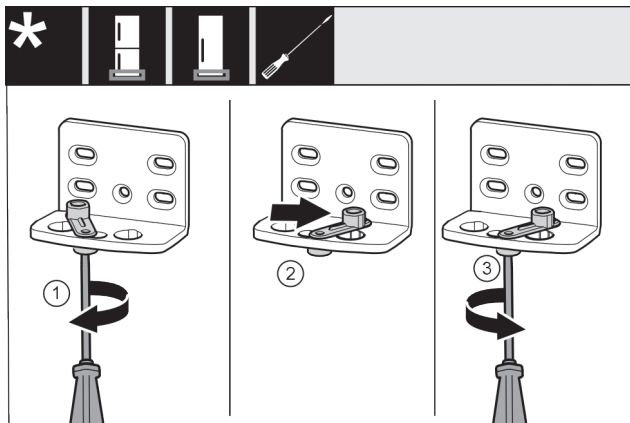

Fig. 46 \*
- ▶ 将螺钉 Fig. 46 (1) 用螺丝刀拧松。\*
- ▶ 将关门辅助装置 Fig. 46 (2) 提起并向右 90° 转入钻孔。\*
- ▶ 将螺钉 Fig. 46 (3) 用螺丝刀拧紧。\*